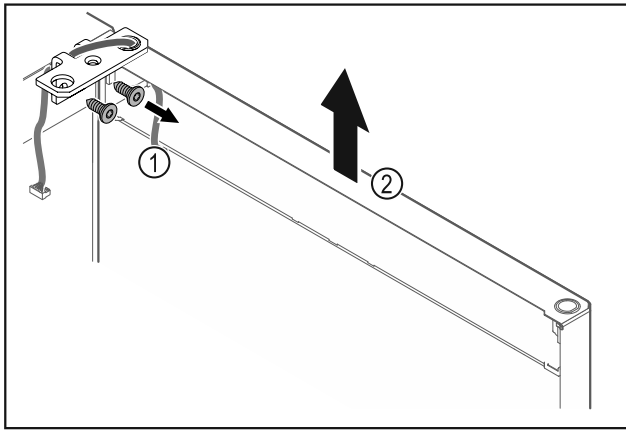

Fig. 25
- ▶ 拧下合页角铁 Fig. 25 (1)。
- ▶ 将冰箱门连同合页角铁一起笔直向上提升 Fig. 25 (2) 大约 200 mm 并取下。